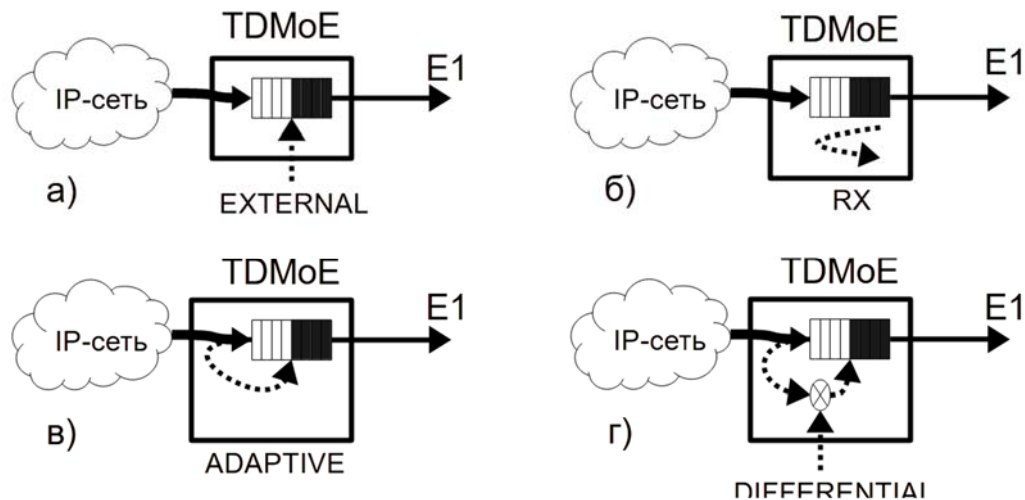

Рис. 5.9 Режимы синхронизации в шлюзах
- внешняя (External, рисунок 5.9 а, б) — в качестве источника синхронизации используется входной сигнал любого интерфейса E1 (в т. ч. RX), порт EXT (только в моделях -SR) или внутренний генератор (INT). Для каждого интерфейса можно задать приоритетный список из не более чем пяти источников синхронизации. Качество синхронизации определяется исключительно качеством внешнего источника;
- адаптивная (Adaptive, рисунок 5.9 в) — синхронизация восстанавливается по входящим пакетам (путем усреднения времени прихода). Качество синхронизации зависит от характеристик пакетной сети;
- дифференциальная (Differential, рисунок 5.9 г) — синхронизация восстанавливается с использованием входящих пакетов и дополнительного внешнего опорного источника. Опорный источник обычно не синхронизирован с передаваемым потоком, но он должен быть доступен на обеих сторонах. Качество синхронизации практически не зависит от характеристик сети и определяется в основном стабильностью опорного сигнала;